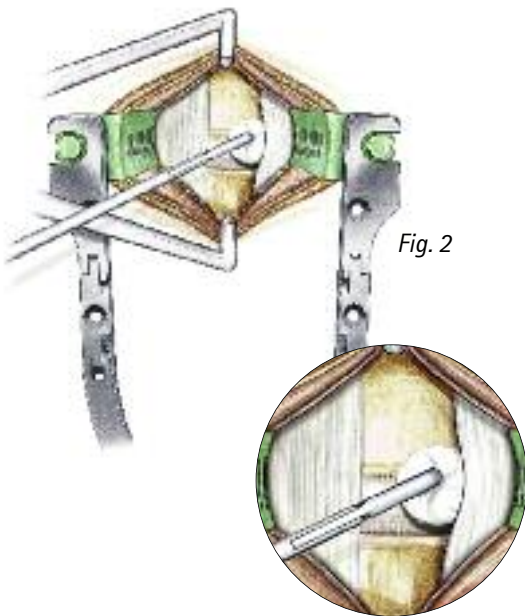

Fig. 2
- Após a incisão da pele e preparação, o retrator CCR é aplicado. As lâminas estão disponíveis em PEEK e Titânio. Um retrator contador pode ser usado (Fig. 2). O tecido subcutâneo é separado do platísmo cranial, caudal e medialmente e o plástima é também separado seguindo a direção de suas fibras. As margens do plástima podem ser mantidas separadas com o retrator ou com dois fórceps cirúrgicos.